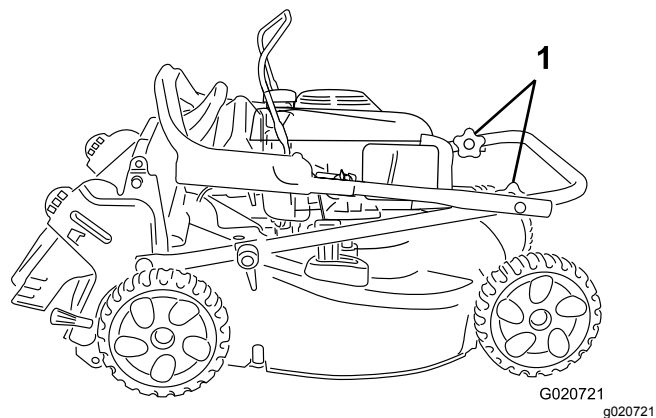

Figura 21
3. Ruotate la porzione superiore della stegola indietro verso il motore; fate riferimento a Figura 21.